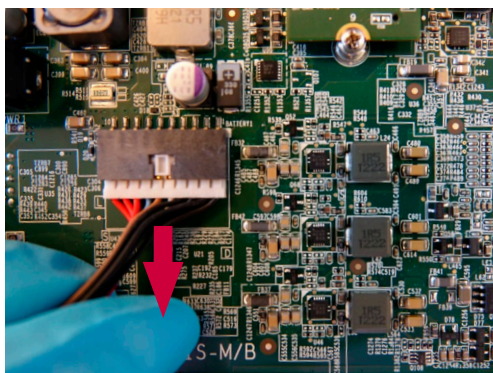

Figura 13 Deconectați cablul bateriei.
k) Deconectați cablul bateriei (Figura 13)
Deconectați cablul bateriei (a se vedea amplasarea sa în Figura 12) trăgând pentru a separa partea gri de partea neagră, în direcția indicată în Figura 13.